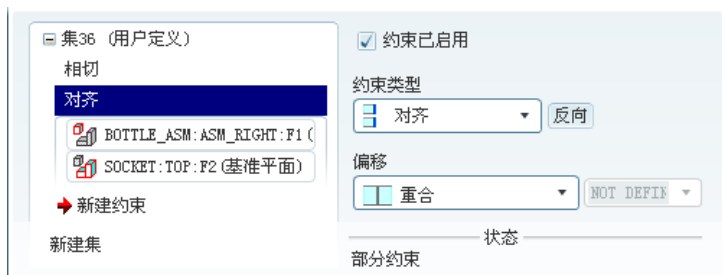

图 12.5.37 “对齐”约束参照
- (1) 定义“相切”约束。使瓶口座 (socket) 的内表面和酒瓶 (wine_bottle) 的瓶口表面相切。
- (2) 定义平面“对齐”约束。平面  对齐 约束的参照如图 12.5.37 所示。